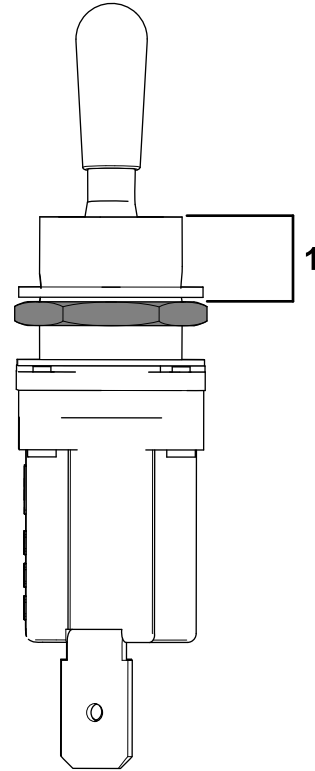

Figuur 7
6. Boor een gat (12 mm) voor de urenteller voor de tuimelschakelaar (Figuur 7).